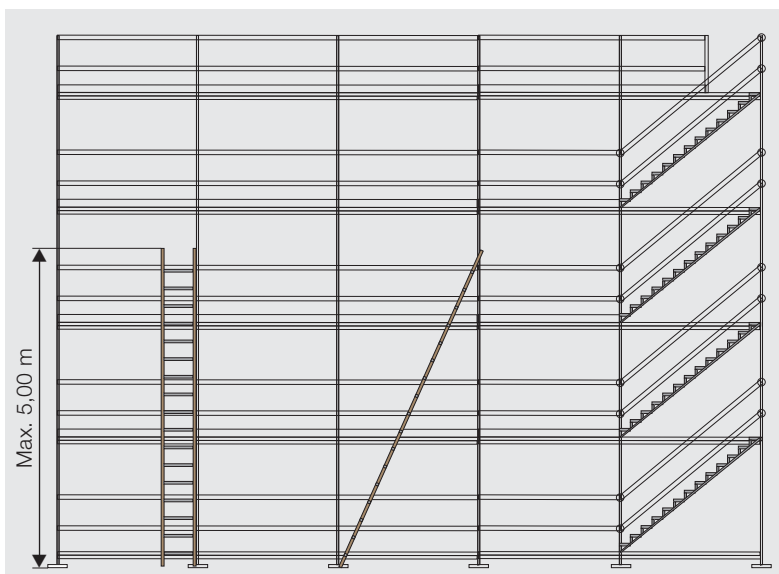

Figure 17: échelles jusqu'à une hauteur maximale de 5 m.
- Les échelles sont autorisées comme accès extérieur jusqu'à une hauteur de chute de 5 m (fig. 17).